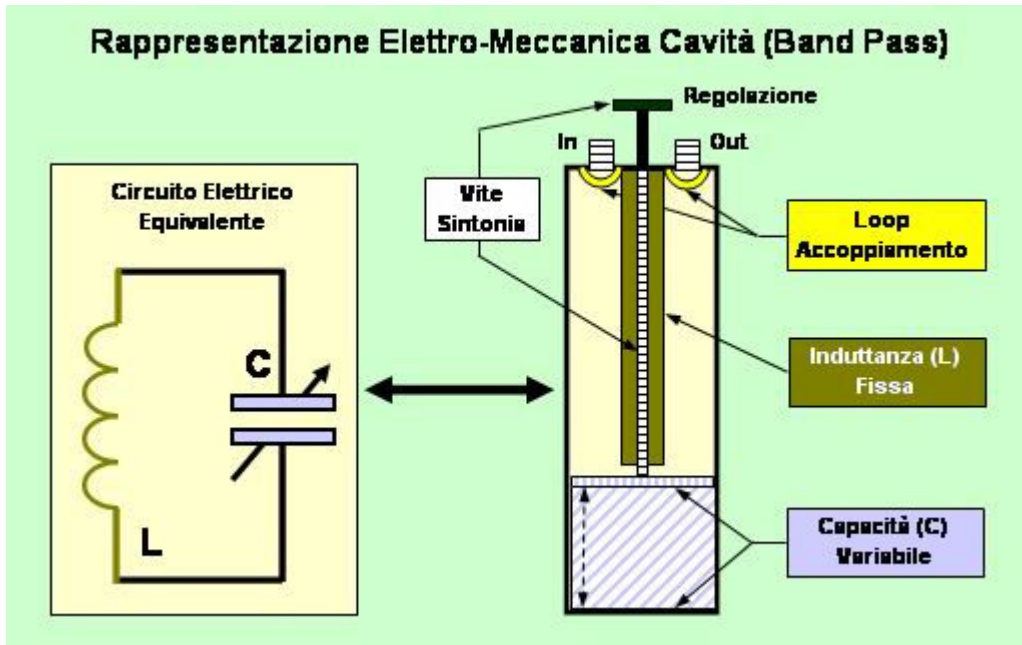

Fig. 1 - Rappresentazione Electro-Meccanica di un Filtro a Cavità
Fisicamente una cavità è costituita da un "circuito risonante (LC)" costruito internamente in un "contenitore" metallico, come è illustrato nella parte dx della Fig. 1.